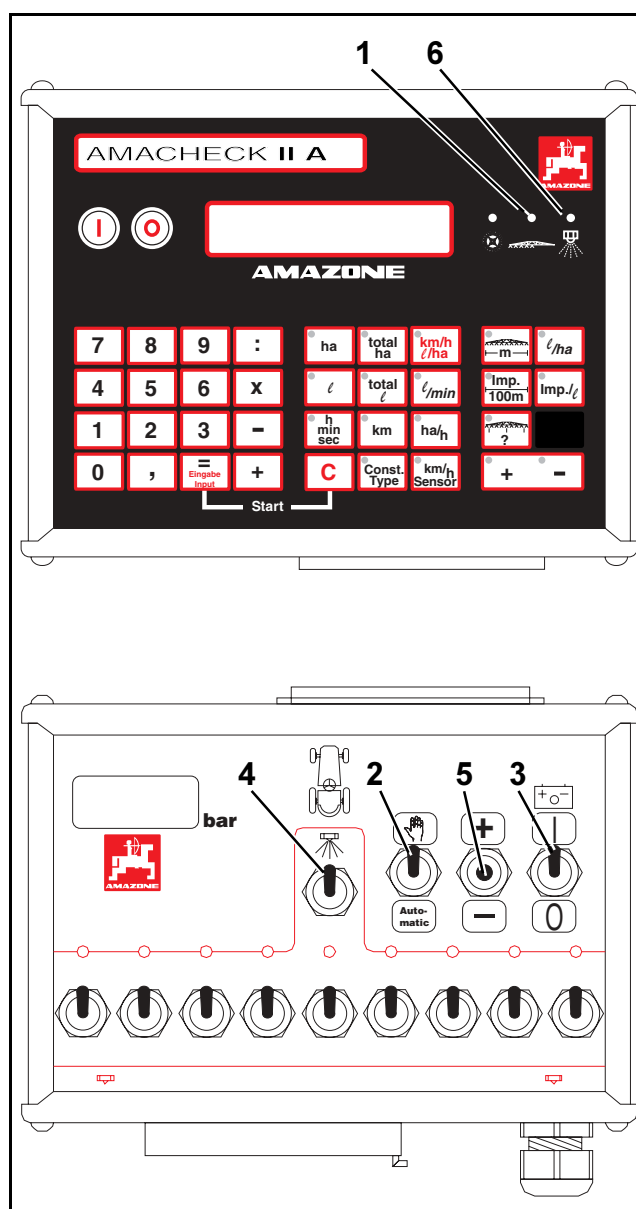

Рис. 38
Если фактическая рабочая ширина захвата изменяется путем включения или отключения отдельных линий, загорается диод над символом штанг (Рис. 38/1). Одновременно передается автоматическая информация об изменении ширины захвата на "АМАСНЕК II А". Макс. предусмотрено 12 линий.
- Программный переключатель (Рис. 38/2) в положении "ручное управление".
- Переключатель вкл./выкл. (Рис. 38/3) для подачи тока установите в положение "I" (ВКЛ.).
- Переключатель для центрального включения и отключения штанг опрыскивателя (Рис. 38/4) на пульте управления установите в положение "0" (ВЫКЛ.).